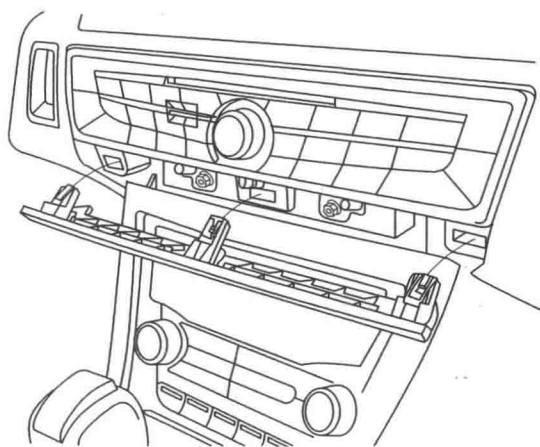

图 2-11 拆下中控台上饰条
- 2) 松开 3 个将中控台上饰条固定到仪表板上的夹子, 拆下中控台上饰条, 如图 2-11 所示。